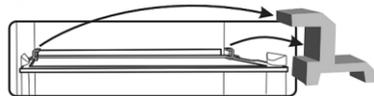

Fig. 5
9. Retire todas las piezas rojas de los estantes (fig. 5) que son requeridas solamente para el transporte.